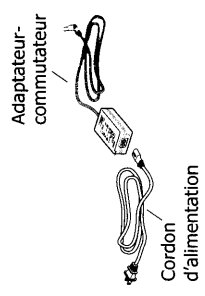

Figure 3
- 1 Branchez le cordon d'alimentation dans l'adaptateur de courant. Reportez-vous à la Figure 3.